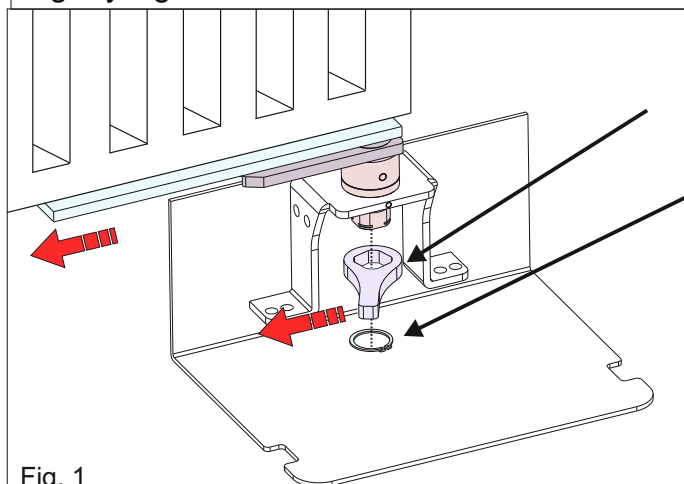
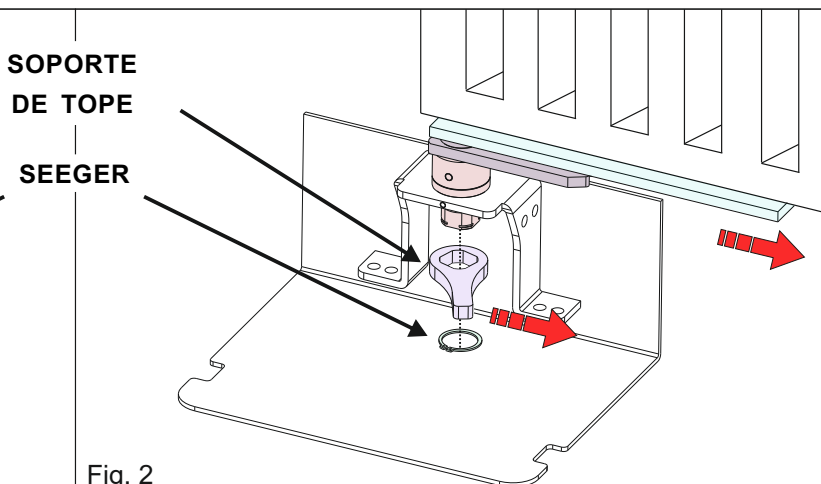

Fig. 1
Fig. 2
1. Insertar el soporte de tope en el eje, asegurándose de insertarlo en la misma dirección en la que está orientada la varilla de soporte de la hoja, luego bloquéelo con el seeger (Fig. 1 y Fig. 2)